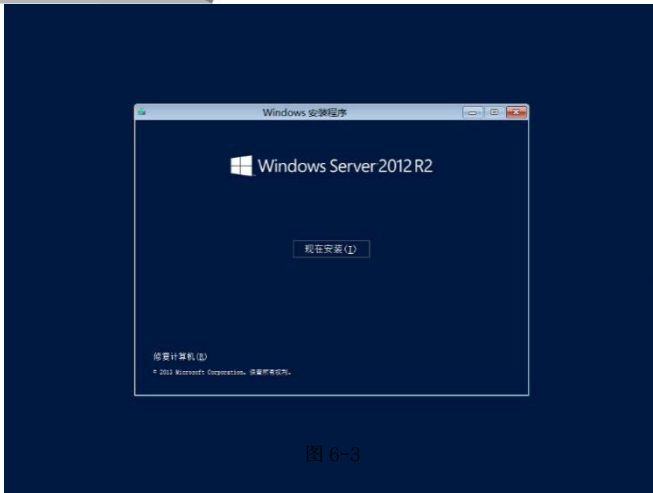

图 6-3
- d. 设置完成后，单击下一步按钮，进入 Windows 安装界面。如图 6-3 所示。